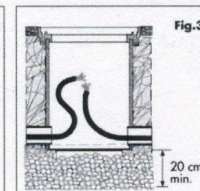

Fig. 3
- Prima di installare e / o costruire l'alloggio ad incasso, creare sotto il corpo uno strato di ghiaia per garantire il drenaggio dell'acqua (circa 20 cm.) (fig. 3)
- Introdurre il tubo rigido o tubi F (nel caso di cablaggio) per facilitare il passaggio dei cavi nei fori dell'alloggiamento esterno (fig. 3).
- Before you install the external housing in the ground or concrete it, pay attention to make underneath a layer of gravel for drainage, sufficient to guarantee the water flow (about 20 cm) (fig. 3).
- Introduce the rigid tube or tubes F (in case of through wiring) for the passage of the cables into the holes in the external housing (fig. 3).